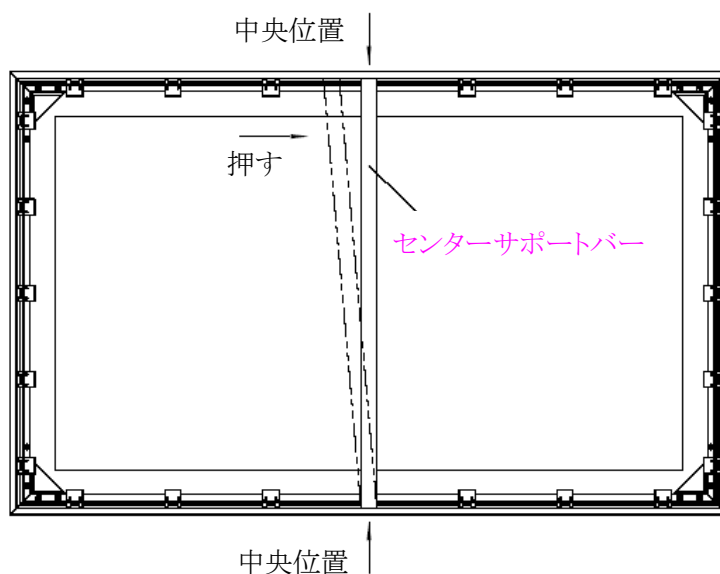

図8
2. センターサポートバーをフレーム背面の溝に差し込みます。フレームの中央付近で固定プレートのない位置を選び、バー全体を傾けた状態で、下部の先端を溝へ差し込み、下部を溝に沿ってスライドさせて差し込みます。(図8)